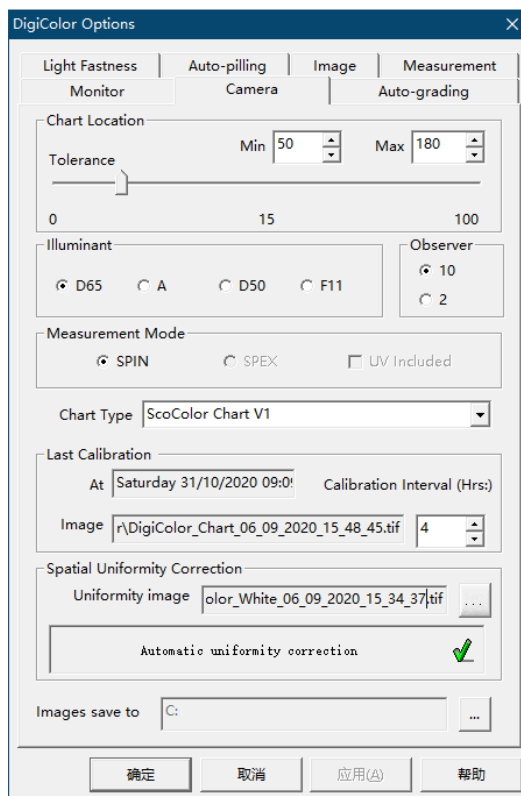

图 8-4 颜色均匀性校正设置界面（图中底部）
3. 点击 **Capture White** 按钮捕获白板图像（图像自动存为 Tif 文件格式），白板图像文件名将自动填入图 8-4 中 **“Uniformity image”** 文本框，用于颜色均匀性校正。如果 **Automatic uniformity correction** 一直保持勾选状态（如图 8-4），则随后拍摄的图像都将自动实现非均匀性校正。